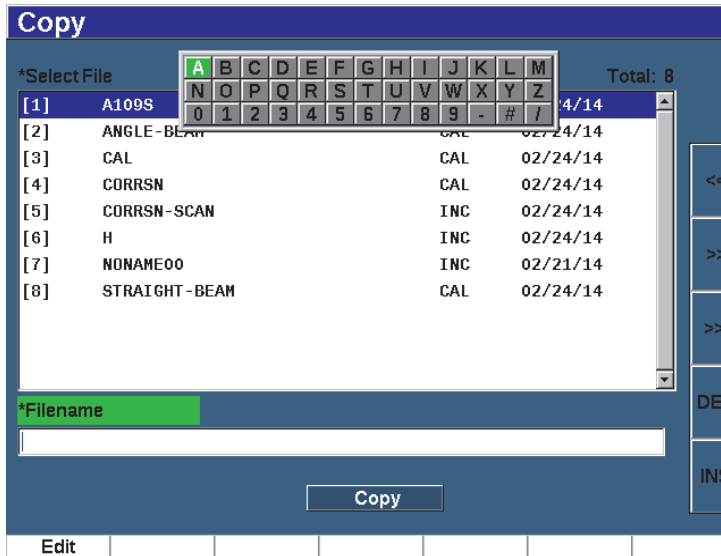

Figure 10-23 Menu Copy
- Sélectionnez **Manage > Copy** (Gestion > Copier) [groupe 5/5] pour afficher la fenêtre de copie (voir la Figure 10-23 à la page 236).